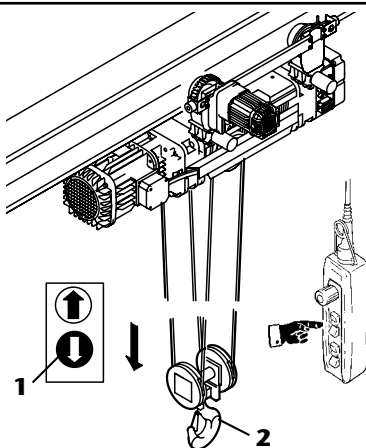

fig. 145
1. Azionando il pulsante di discesa -1- della pulsantiera, portare il bozzello nella posizione di massima discesa -2- e sganciare l'eventuale carico (fig. 145).